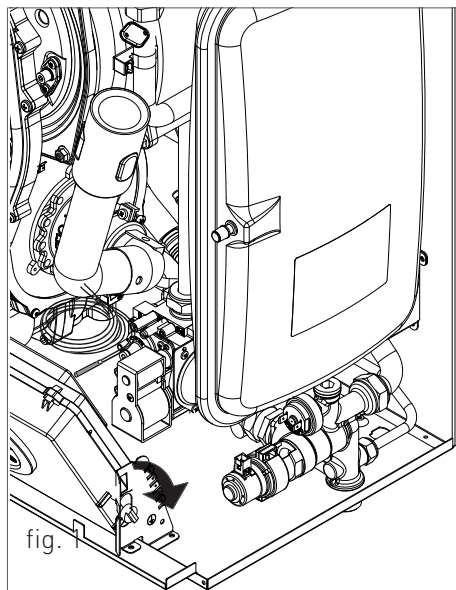

fig. 1
- › afferrare contemporaneamente le staffe di supporto del pannello comandi (fig. 1) allargandole, e rovesciare il pannello ruotandolo verso il basso;
- › prendere il cavo sonda sanitario (C-fig.1) da 8 metri, posto sopra la dima, e inserire la sonda all'interno del pozzetto portasonda del boiler remoto.